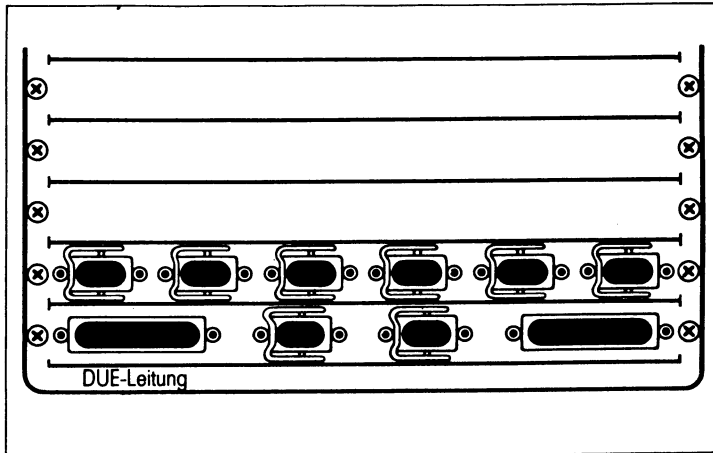

Bild 4.10: Anschluß der DUE-Leitung
- 30 Ist ein Datenübertragungsanschluß vorgesehen, stecken Sie nun den Stecker der Datenübertragungsleitung an den im Bild 4.10 gekennzeichneten Steckplatz und schrauben ihn fest.